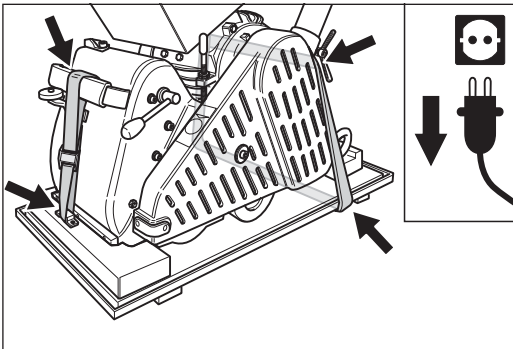

Abb. 46 Transport oder Lagerung der Maschine auf dem Unterteil der Transportkiste.
- Für den Transport oder die Lagerung der Maschine können Sie die Maschine auch auf dem Unterteil der mitgelieferten Transportkiste mit zwei Gurten fest verschnüren (Abb. 46)! So werden Beschädigungen an der Schleifwalze und an den Rädern (Unrundheit) vermieden!
Für die Lagerung der Maschine über einen längeren Zeitraum stellen Sie die Maschine auf das Unterteil der mitgelieferten Transportkiste (Abb. 46)! So werden Beschädigungen an der Schleifwalze und an den Rädern (Unrundheit) vermieden!